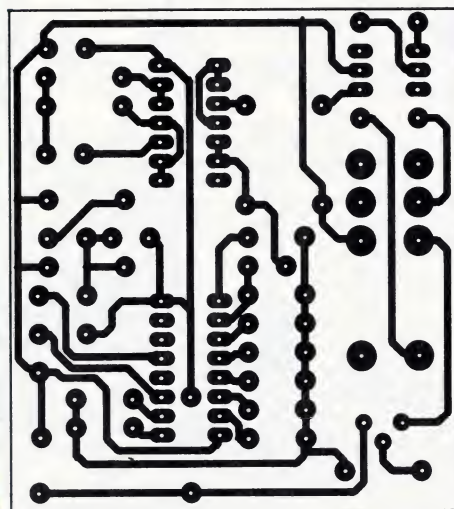
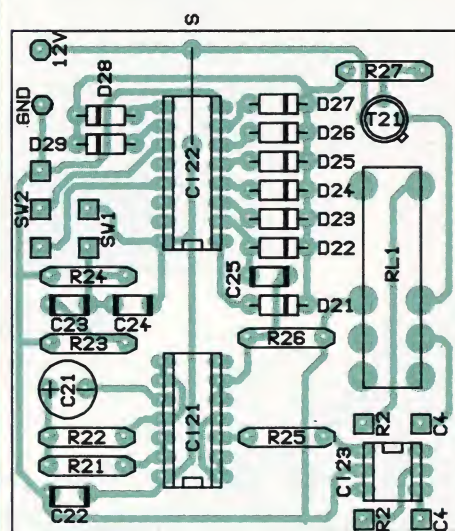

Figure 8
Figure 9
**L**e circuit imprimé de la figure 8, de dimensions cohérentes avec celles du composeur afin de faciliter la « mise en boîte », reçoit tous les composants de l'automate selon l'implantation de la figure 9.